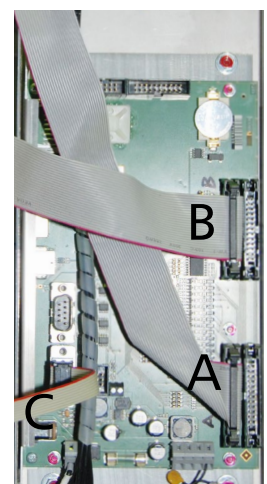

Abb. 3.1-35
Schritt 26: Verbinden Sie nun die Stecker der Flachbandkabel „**A**“ und „**B**“ mit der Steuerung im rechten Rahmenteil wie in (**Abb. 3.1-35**) dargestellt.